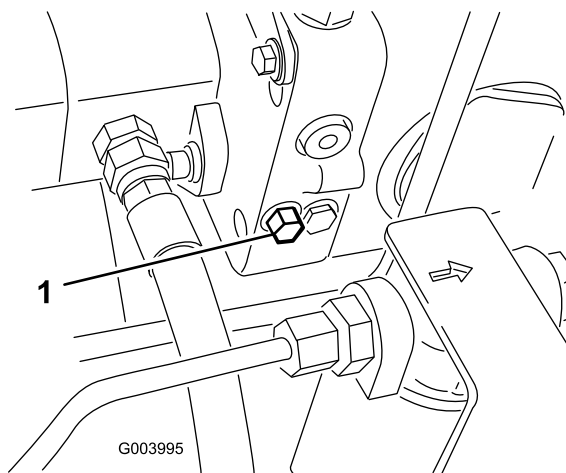

Figura 24
1. A válvula de derivação está localizada no lado esquerdo do hidrostato (Figura 24). Rode o parafuso 1-1/2 voltas para abrir para permitir a passagem do óleo internamente. Após este procedimento, torna-se possível deslocar lentamente a máquina sem danificar a transmissão.